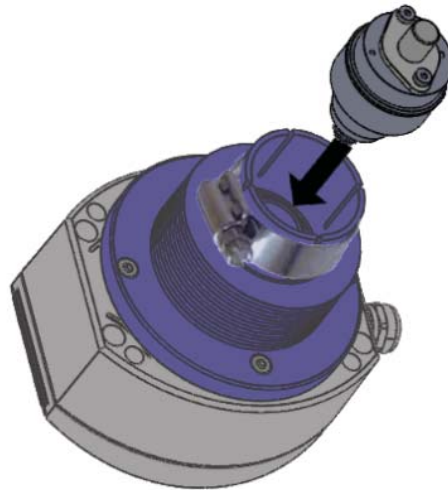

Abbildung 9 Sensor einstecken
3. Befestigen Sie den Sensor im Sensorkopf und drücken Sie sanft, um das Modul zu befestigen (siehe Abb. 9). Der Stecker verfügt als Hilfe für die Ausrichtung über einen Keil.